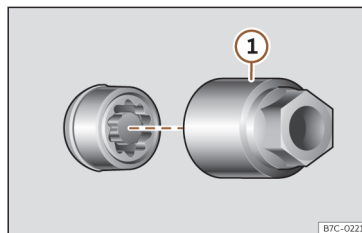

Fig. 234 Parafuso antirroubo com capa de proteção e adaptador.
- Encaixe o adaptador especial >>> **Fig. 234** ① (ferramenta de bordo >>> Página 329) no parafuso antirroubo da roda até ao limite.